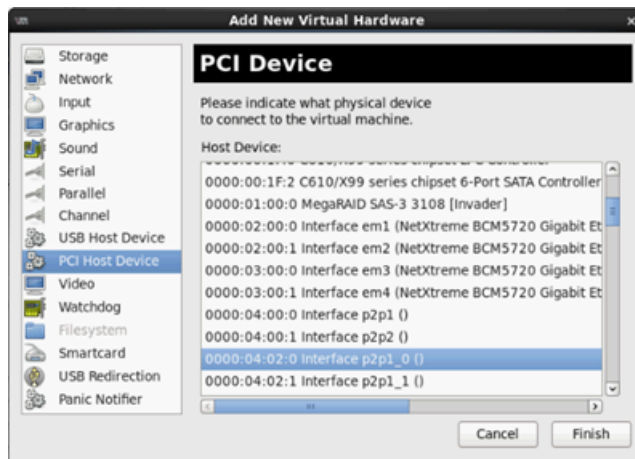

Ilustración 12-14. Add New Virtual Hardware (Agregar nuevo hardware virtual)
- b. En el panel izquierdo del cuadro de diálogo Add New Virtual Hardware (Agregar nuevo hardware virtual) (Ilustración 12-14), haga clic en **PCI Host Device** (Dispositivo host PCI).